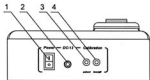

Рис.1
- подключите денситометр к внешнему блоку питания (12 В, 300 мА). Контактное гнездо на задней панели прибора (рис. 1/2).
- 3.5.2 Нажмите кнопку **Select** (рис.1/3) на задней панели прибора (для нажатия кнопок **Select** и **Install** используйте тонкий стержень с неострым концом). На дисплее появится первое значение калировочной кривой - 0,5.
- 3.5.4 Нажмите кнопку **Install** (рис.1/4). Значение калировочной кривой будет сохранено в памяти прибора и на дисплее появится следующая величина.
- 4.2 Включите прибор, установив сетевой выключатель (рис.1/1) в положение ON.
- 4.6 Пробирку хорошо встряхните (для встряхивания рекомендуется использовать Vortex V-1) и вставьте в гнездо денситометра (рис.1/1). На дисплее появятся значения Мак-Фарланда для данного раствора.